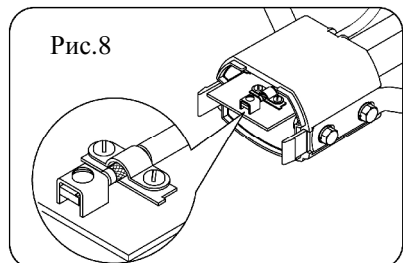

Рис.8
- 5.6. Вставить один конец разделанного кабеля в центральное отверстие корпуса монтажной коробки и зафиксировать на плате (см. рис.8). Надеть крышку.